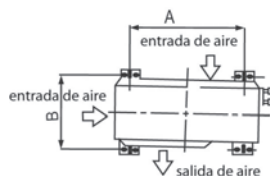

Ilustración 12
- Si se precisa un soporte para la instalación, el soporte debe estar de acuerdo con el diagrama de instalación. (Ilustración 12) La pared de la instalación debe ser de ladrillo sólido, concreto o de algún material similar, de no ser así se deben tomar las medidas necesarias para reforzar el soporte. La conexión entre el soporte y la pared y entre el soporte y el acondicionador de aire deben ser firmes, estables y confiables.